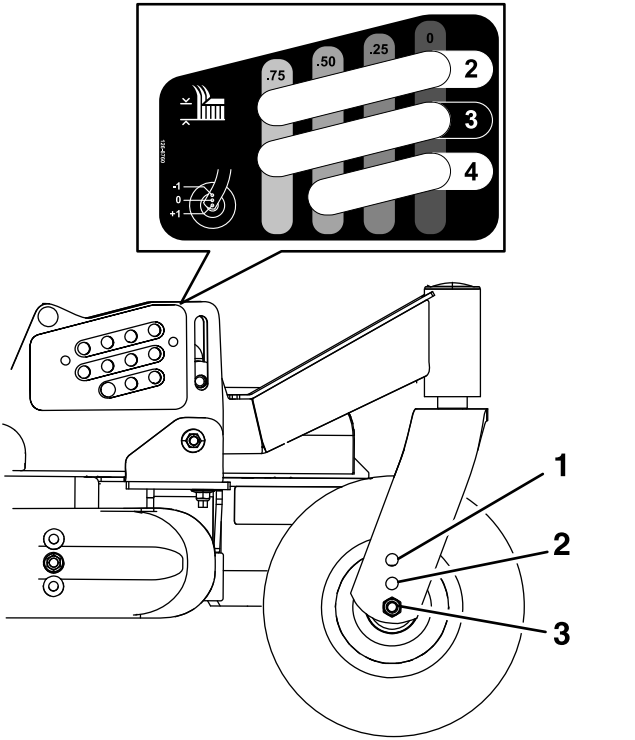

Figura 27
- B. Coloque las ruedas de ajuste delantera y trasera en los taladros correspondientes (consulte la tabla siguiente, y la Figura 27) e instale las fijaciones de montaje.